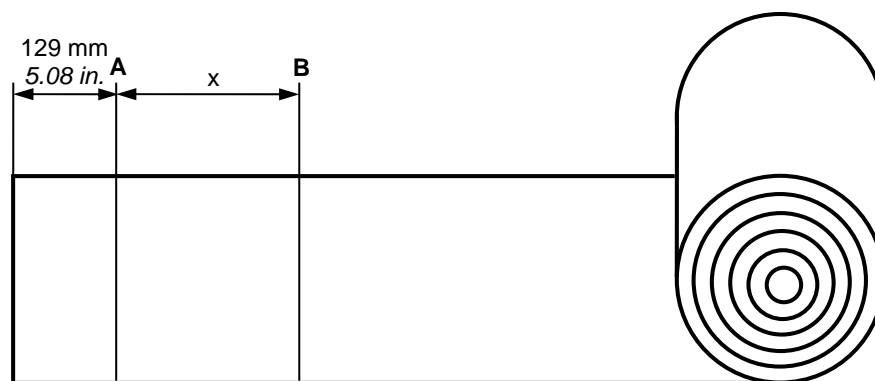

Abbildung 1: Stanzbeginn bei einer neuen Rolle
- 129 mm / 5,08 Zoll von Band-/Riemenende abmessen. Linie in rechtem Winkel auf Band/Riemen ziehen (siehe Abbildung 1). Dies ist Punkt A. Das 129 mm / 5,08 Zoll lange Band-/Riemenstück dient zur sicheren Arretierung unter den Klemmen (8). Es ist nur am Beginn einer neuen Rolle erforderlich, wenn noch keine gestanzte Finger-Endverbindung vorhanden ist.